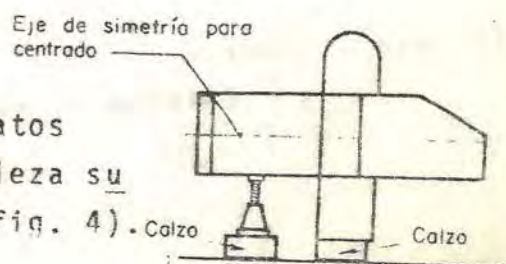

Fig. 4
3. Se utilizan calzos y/o gatos cuando no existe en la pieza su superficie de referencia (fig. 4).